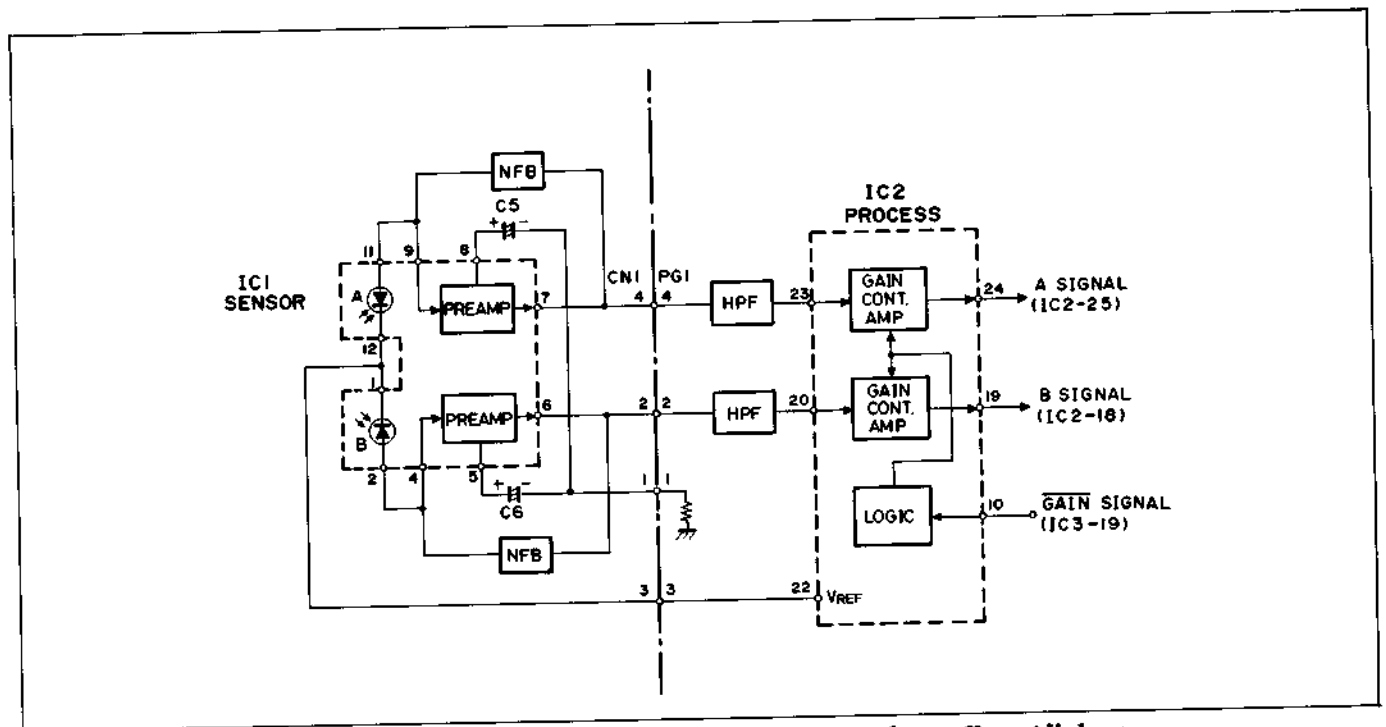

Abb. 2-24 Vorverstärker und gewinn geregelter Verstärker
3.3 Funktion des Scharfeinstell automatik-Schaltkreises (Abb. 2.24 bis 2.25)
(1) Vorverstärker (IC1: PREAMP) (Abb. 2.24)